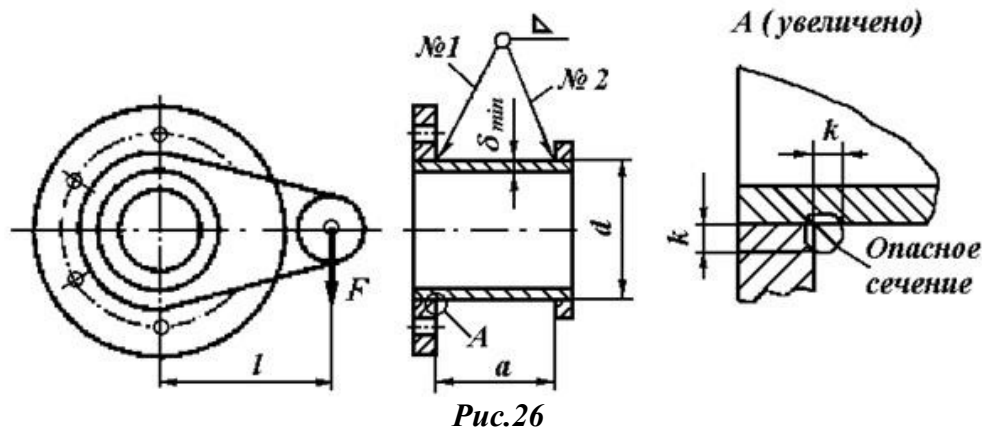

Рис.26
Найти параметры сварных швов кривошипа (рис.26), нагруженного постоянной силой $F = 5 \text{ кН}$ и имеющего размеры $d = 100 \text{ мм}$; $l = 200 \text{ мм}$; a
1. Дополнительно принято: основной металл - сталь **Ст 4** ($\sigma_T = 260 \text{ МПа}$); сварка ручная дуговая электродом Э42А; швы угловые с катетом $k = \delta_{\min} = 3 \text{ мм}$ (фрагмент А рисунок 26).